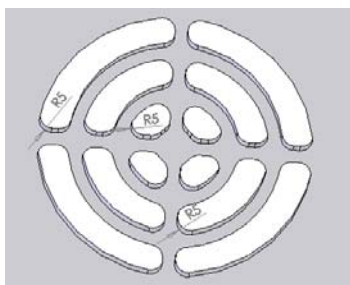

图 10-61 通风口圆角
(3) 在“圆角半径”输入栏中键入相应的圆角半径数值, 本实例中输入数值“5”。这些值将应用于边界、筋、翼梁和填充边界之间的所有相交处产生圆角, 如图 10-61 所示。